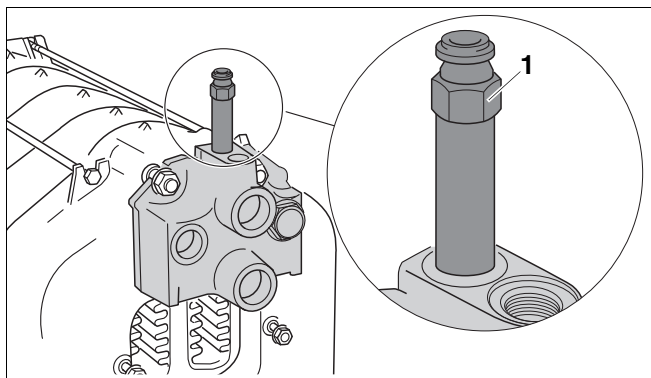

Fig. 22 Étanchéification du doigt de gant
- Fermer les raccordements de départ et de retour (monter le dispositif d'aération sur la pièce spécifique de raccordement Rp ¾ (→ fig. 22)).